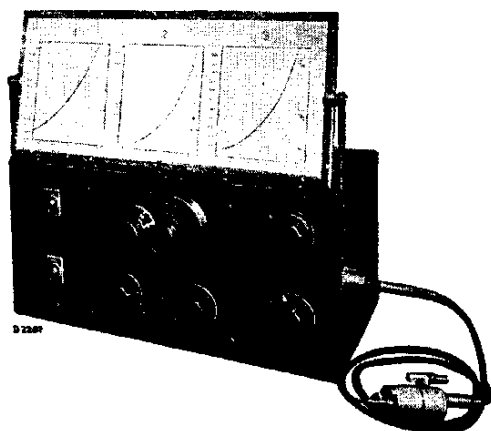

Fig. 3
1. Un Oscillateur de service GM 2880 (Fig. 3).